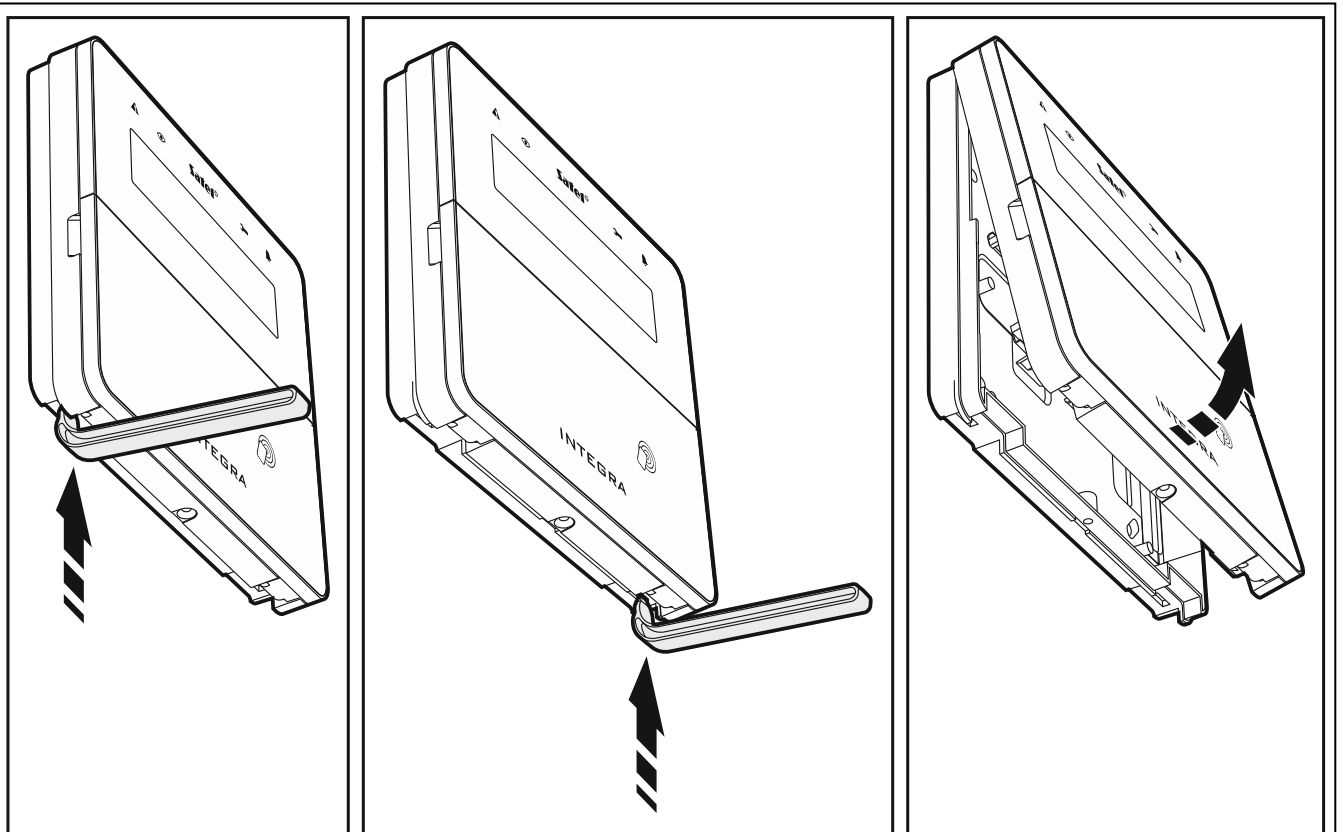

Abb. 2. Öffnen des Gehäuses.
1. Öffnen Sie das Gehäuse des Bedienteils (Abb. 2). Das in der Abbildung angezeigte Werkzeug zur Öffnung des Gehäuses wird mit dem Bedienteil mitgeliefert.
6. Öffnen Sie das Gehäuse des Bedienteils (Abb. 2).